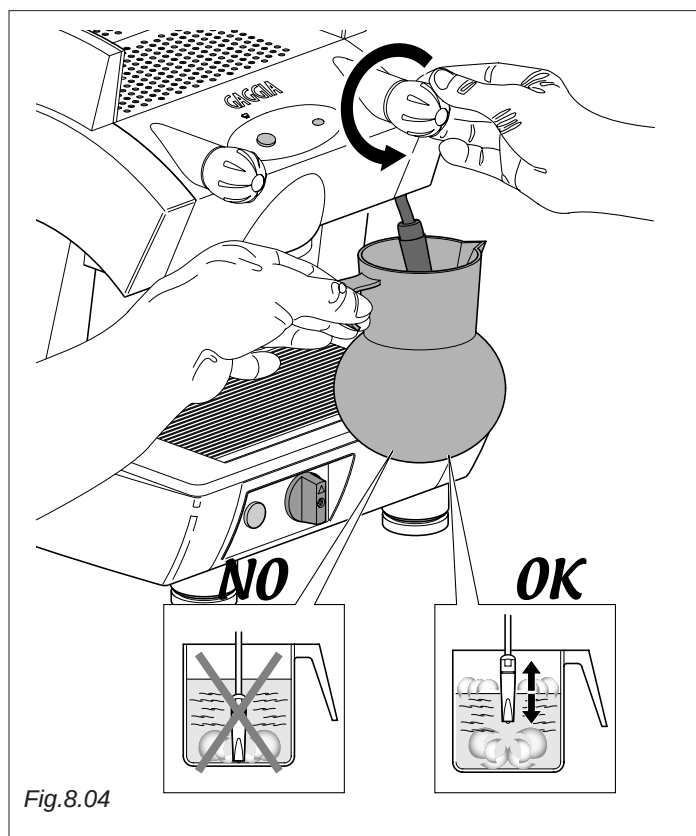

Fig.8.04
- Prendre un pot rempli à moitié avec du lait froid et le placer sous le tige du vapeur (Fig.8.04).
- Tourner lentement la poignée du robinet (Fig.8.04) dans le sens inverse des aiguilles d'une montre pour faire sortir le vapeur.
- Tourner le pot, avec un mouvement circulaire, en vérifiant que l'extrémité du gicleur vapeur n'est pas toujours immergée dans le lait et "ne pas porter le lait à ébullition" (fig.8.04).